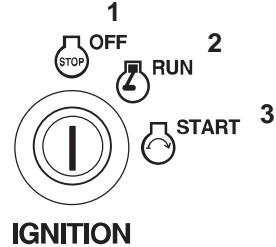

Figure 13
- Tournez la clé de contact en position de Démarrage pour activer le démarreur. Relâchez-la quand le moteur démarre (Fig. 13).
- Laissez tourner le moteur au ralenti pendant 60 secondes (Fig. 13).
- Tournez la clé de contact en position contact coupé (Fig. 13).